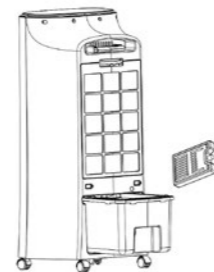

imagen 2
2. Saque el depósito del todo (la bomba de agua y el marco se elevarán automáticamente). Imagen 2.